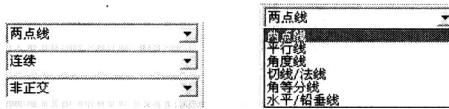

图1-6 立即菜单
- 立即菜单：描述当前命令执行的各种情况和使用条件。用户根据作图需要，正确地设置选项，便可以快速方便地完成绘图任务。图 1-6 所示为典型的立即菜单和其中的选项。